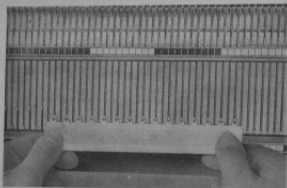

Рис. 20
- Предусмотренные иглы переставить с помощью базисной гребенки с нулевого положения в рабочее (рис. 20)
право закладывают в открытый нитевод (смотри рис. 20, на которой для видимости хода нити, опущен передний фонтур).